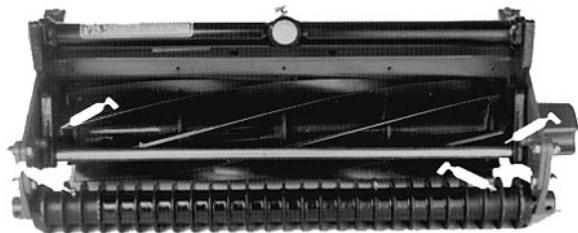

Bild 8
Jede Mähspindel hat sechs Schmiernippel (6) (Bild 8, 9), die mit Nr. 2 Allzweckschmierfett auf Lithumbasis abzuschmieren sind. Für beste Ergebnisse sind Handfettpressen zu empfehlen.